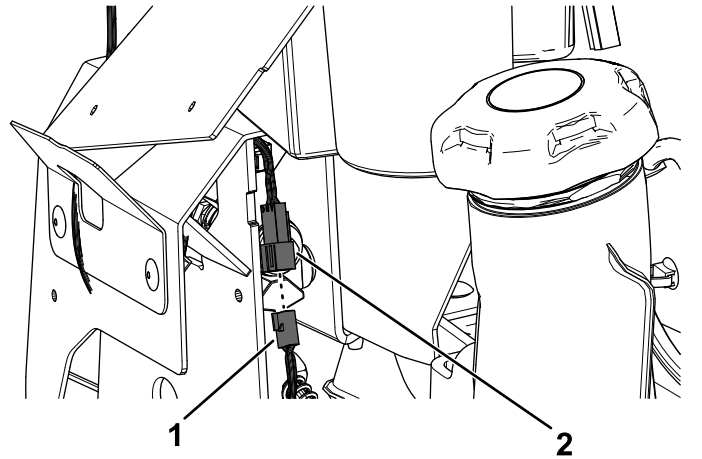

Figura 22
2. Ligue o conector da cablagem do kit ao conector da nova alavanca esquerda de controlo de movimento (Figura 22).